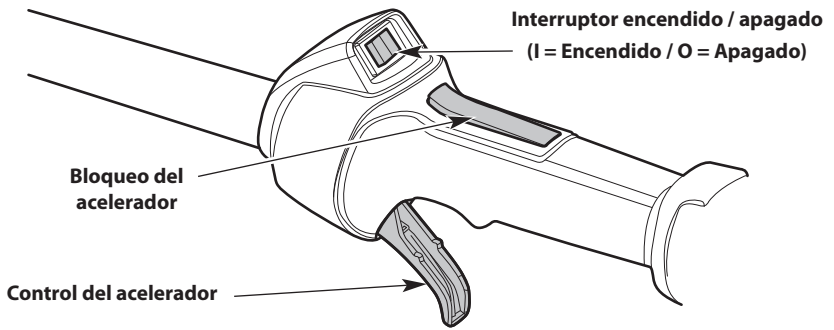

Fig. 14
**NOTA:** No es necesario encender la unidad. El interruptor de encendido/apagado está en la posición **Encendido (I)** en todo momento (Fig. 14).
4. Oprima y mantenga el bloqueo de acelerador. Apriete y mantenga oprimido el control del acelerador (Fig. 14).
2. Oprima y mantenga apretado el interruptor de encendido/apagado en la posición **Apagado (O)** hasta que el motor se pare por completo (Fig. 14).